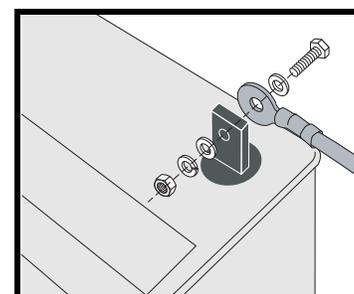

Figure 13B. Fixation fil sur borne
**NOTE:** Voir la figure 13B pour le branchement adéquat sur les bornes.